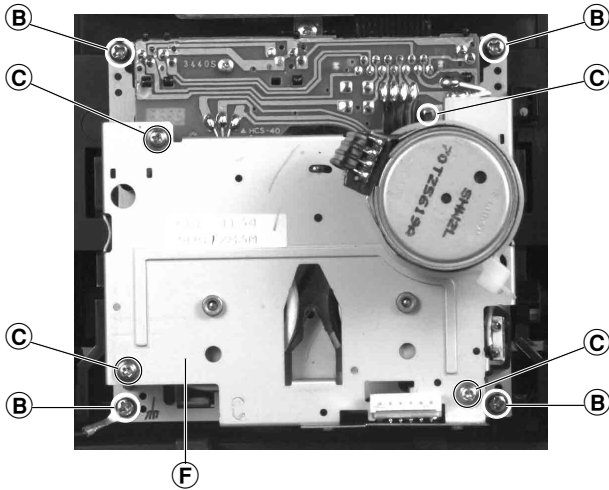

Fig. 20
- 4 Schrauben **B** herausdrehen (Fig. 20).
- 4 Schrauben **C** herausdrehen (Fig. 20).
- Undo 4 screws **B** (Fig. 20).
- Undo 4 screws **C** (Fig. 20).